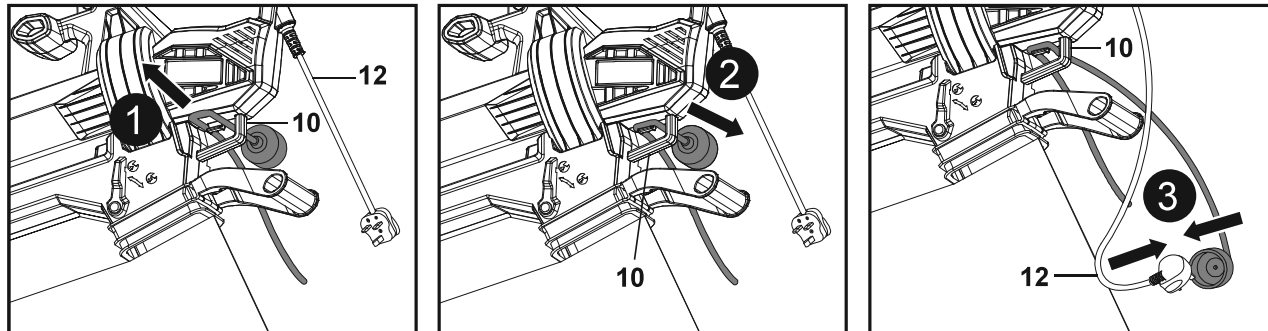

Fig. 7
1. Dobre o prolongador para trás, a cerca de 40 cm da extremidade, e introduza o laço pelo orifício do retentor de cabo (10) (Fig. 7, passo 1).
2. Passe o prolongador sobre o retentor de cabo (10) e puxe-o com cuidado para garantir que está bem seguro (Fig. 7, passo 2).
3. Ligue o cabo de alimentação (12) à tomada do prolongador (Fig. 7, passo 3).